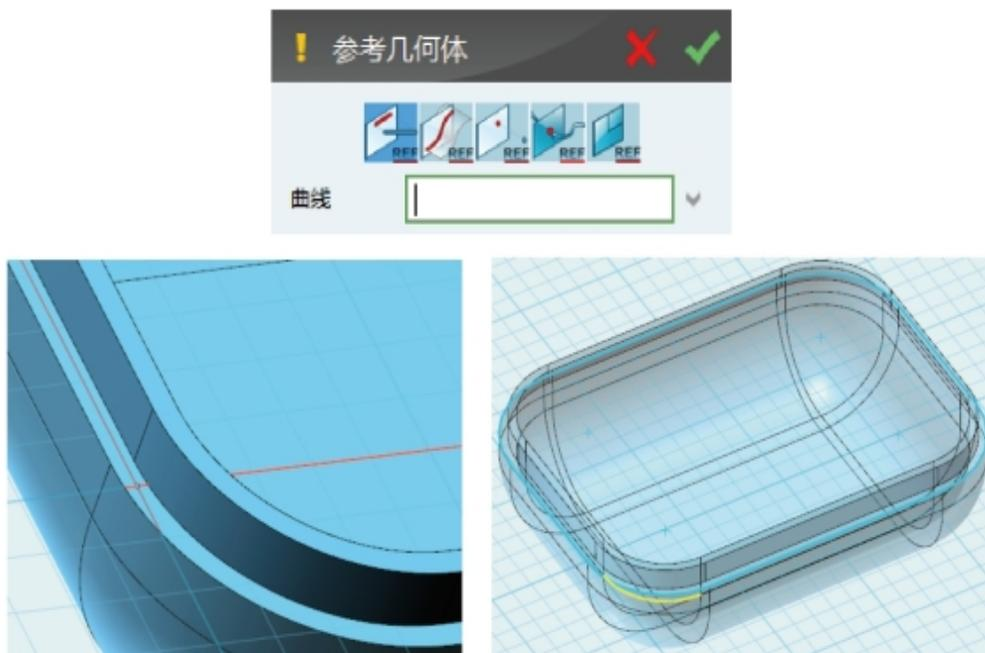

图7-4-8 生成上盒盖
⑤生成香皂盒上盖实体。单击“草图绘制”→“参考几何体”，选择盒体上台阶平面为草图平面；按住shift键后用鼠标左键点选图示棱边，选中跟它相连的所有边线，如图7-4-8所示；单击“确定”，再单击大钩。